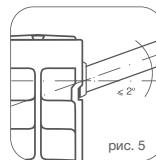

рис. 5
**!** *Во избежание аварии допустимое отклонение оси коллектора радиатора от подводящих труб не более 2° (рис. 5).*